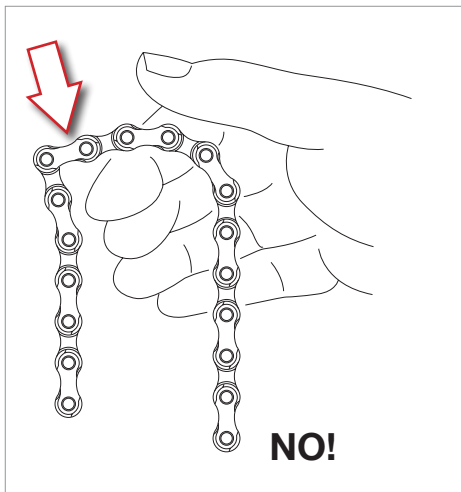

Abb.21
- Prüfen Sie, dass die Schließstelle der Kette keine "steife Stelle" bzw. Kettenglieder aufweist, die nicht frei und flüssig laufen (Abb. 21).